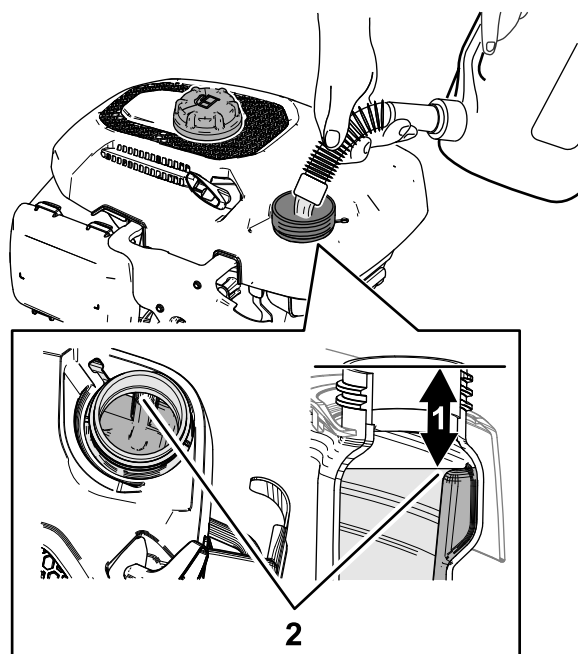

Рисунок 20
2. Заполните топливный бак топливом указанного типа, как показано на Рисунок 20.